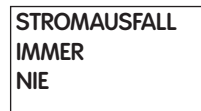

Abbildung 35. AUTO-START
2. Verwenden Sie die Pfeiltasten **nach oben** und **nach unten** auf der Steuerungseinheit oder die linke und rechte Taste am Kamerakopf, um durch die verfügbaren Optionen zu blättern (Abbildung 35). **Auswahl** drücken, um die gewünschte Option auszuwählen. **Auswahl** drücken, um die gewünschte Option auszuwählen.